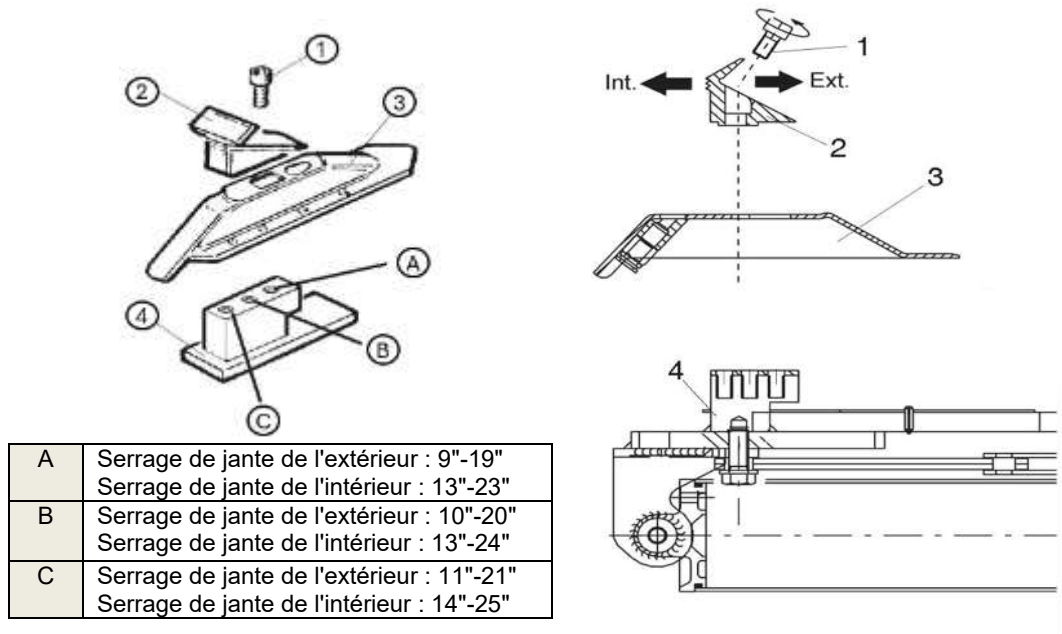

Fig. 3-4
- Pour démonter une jante plus grande ou plus petite, ajuster la position des quatre mâchoires, comme indiqué sur la figure 3-4.